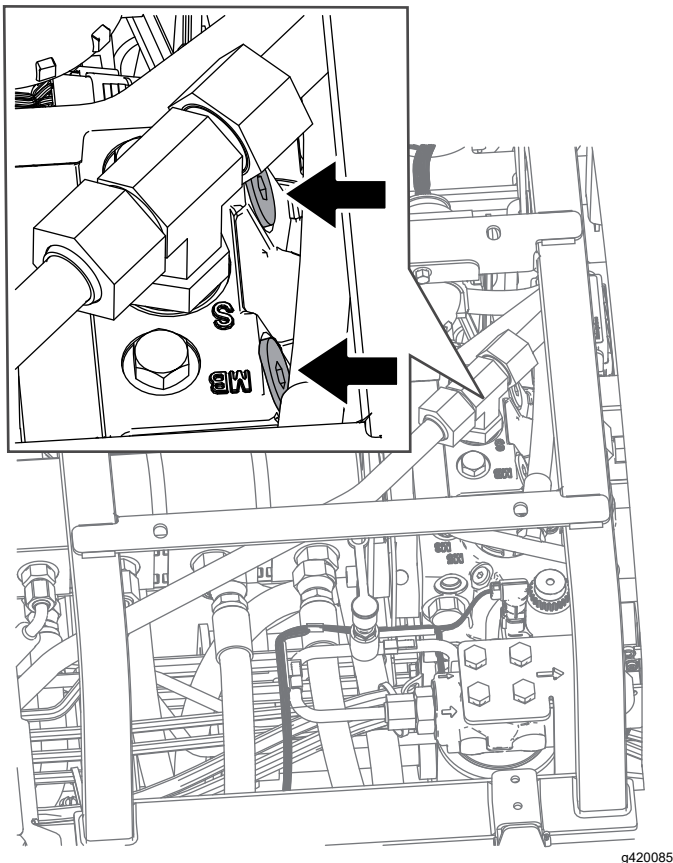

Figura 98
2. Localice la válvula de desvío, situada debajo del asiento y encima del hidrostato (Figura 98).